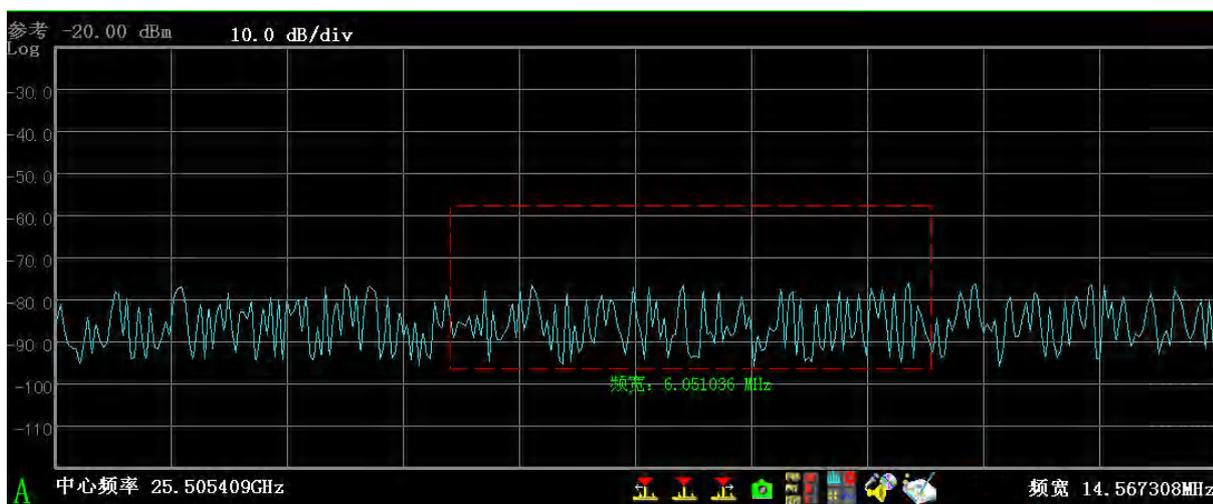

图 3-89 轨迹选中示例图
- 3) 如想观察信号中的某一部分，可采用类似 Windows 操作系统中选中某部分文档的操作方式，按下鼠标左键不放，拖动鼠标，直到将想观察部分的信号全部包含，此时会出现一个红色虚线框标注选中区域，如图 3-89 所示。松开鼠标左键，则被选中部分的信号将被拉伸到整个窗口的显示频宽。